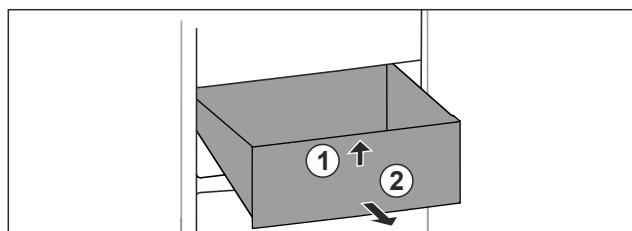

Fig. 36
- Підняти висувний ящик спереду. Fig. 36 (1)
- Вийняти висувний ящик рухом вперед. Fig. 36 (2)